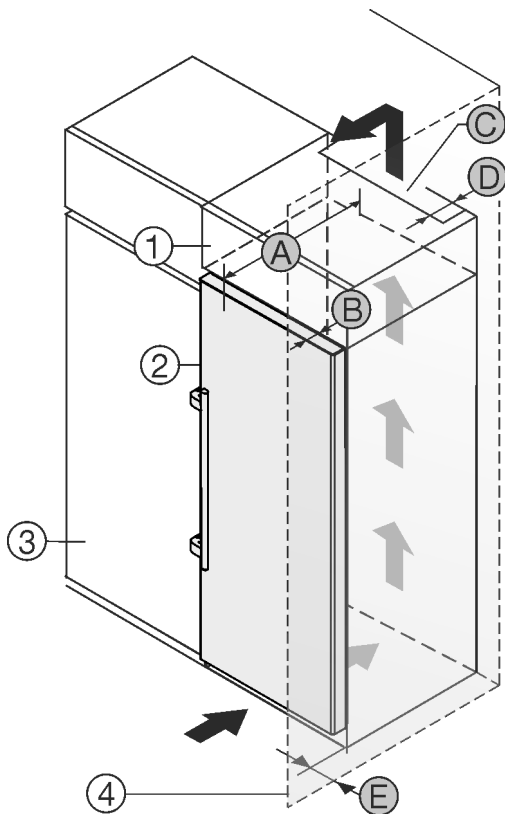

Fig. 2
Можете да поставите уреда непосредствено до кухненския шкаф Fig. 2 (3).\*
От задната страна на шкафа-пристройка трябва да има вентилационен отвор с дълбочина Fig. 2 (D) по цялата ширина на шкафа-пристройка.\*
Под тавана на помещението трябва да е спазено сечението за вентилация Fig. 2 (C).\*
Когато уредът се поставя с пантите до стена Fig. 2 (4), разстоянието между уреда и стената трябва да е поне 57 mm. Това отговаря на разстоянието, с което дръжките стърчат при отворена врата.\*
За да можете да отворите вратата изцяло, уредът трябва да е издаден с дълбочината на вратата Fig. 2 (B) спрямо челото на кухненския шкаф. В зависимост от дълбочината на кухненските шкафове Fig. 2 (3) и използването на детайли за отстояние от стената, уредът може да излезе още по-напред.\*